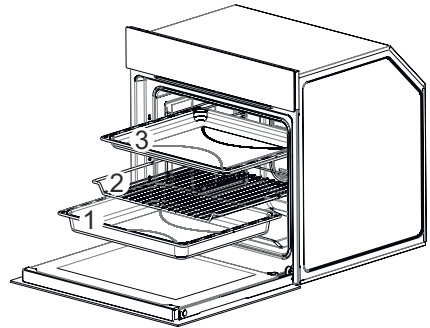

Fig. 21
- Retire las bandejas y la parrilla respectivamente (1-2-3 / Fig. 21).